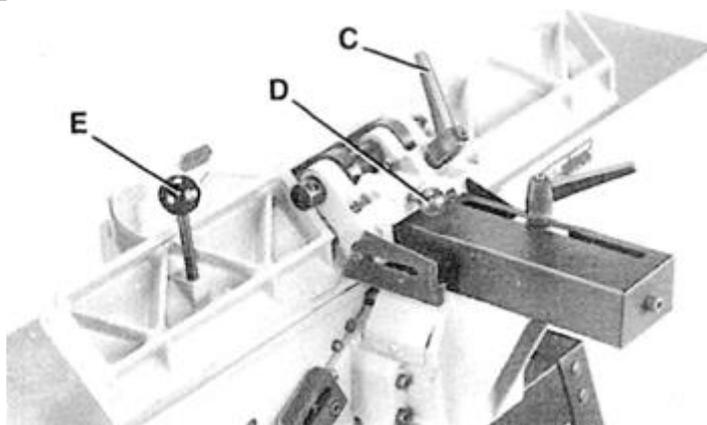

Рис. 37 Положение ограждения при обработке фасок с малым углом
2. Для того чтобы наклонить ограждение право или влево, открутите стопорную рукоятку (C) – Рис. 37, вытяните и поверните поршень (D), чтобы
3. Наклоните ограждение до желаемого угла и затяните стопорную рукоятку (С) – Рис. 37. ВАЖНО: при обработке фасок с малым углом существует небольшая разница в зависимости от того, куда наклонено ограждение. Тем не менее, при углах, достигающих 45 градусов, удерживать заготовку будет труднее, если ограждение наклонено наружу. В таких случаях мы рекомендуем наклонять ограждение в сторону стола, как показано на Рис. 37. Ограждение и стол образуют V-образную форму, и заготовка будет зажата при прохождении через резцы.